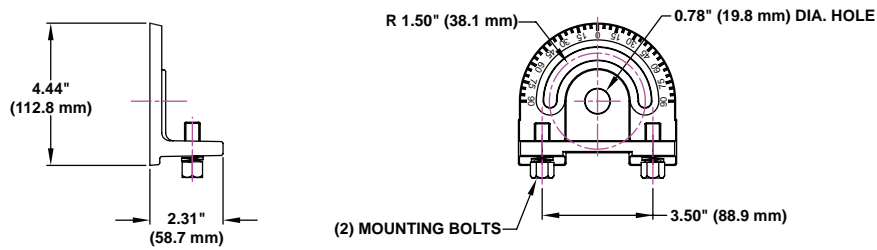

Figure 4: Support de montage à bras croisés (P/N: G-AM-8-CA)
1. Fixez le luminaire avec son étrier sur le support de montage à bras croisés à l'aide de deux boulons de montage de 1/2 pouce (12,7 mm) (fournis) et de deux rondelles de blocage de 1/2 pouce (12,7 mm) (fournies). Voir Figures 4 et 5.
4. Fixez le luminaire avec son étrier sur le support de montage à bras croisés à l'aide de deux boulons de 1/2 pouce (12,7 mm (fournis) et de deux rondelles de blocage de 1/2 pouce (12,7 mm) (fournies). Voir Figures 4 et 5.